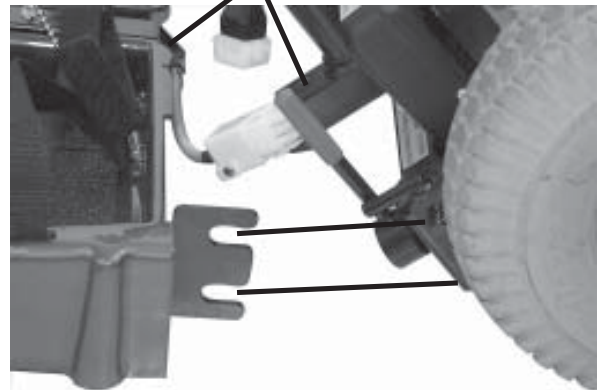

FIGURE 17. CROCHETS DE VERROUILLAGE
3. Alignez les fentes de la section arrière avec les crochets de la section avant. (Voir figure 17.)